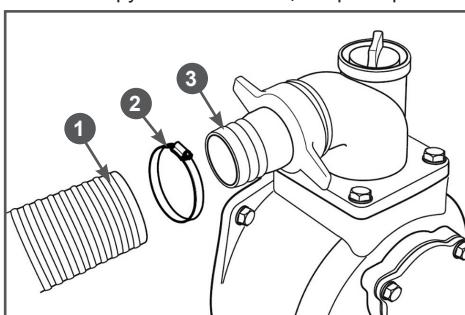

Рис. 14 Установка напорного рукава
- Наденьте до упора напорный рукав 1 на патрубок 3 и зафиксируйте его хомутом 2 (Рис. 14).